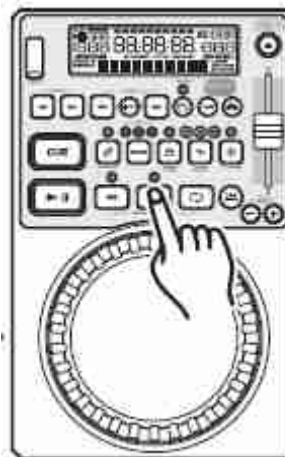

Figura 19
2) Premere il pulsante *IN* (12). In questo modo si imposterà il punto di avvio di un Ciclo Continuo. Il LED del pulsante *IN* (12) si illuminerà.
3) Premere il pulsante *OUT* (12) per impostare il punto finale del CICLO (Figura 19). I LED dei pulsanti *IN* (12) e *OUT* (12) inizieranno a lampeggiare rapidamente, indicando che è attiva la modalità CICLO CONTINUO.